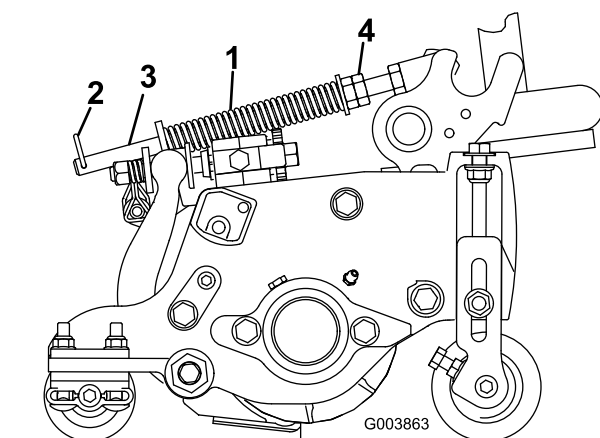

Figure 16
Le ressort de compensation (Figure 16) transfère aussi le poids du rouleau avant au rouleau arrière. (Cela évite la formation d'ondulations à la surface de la pelouse.)
1. Vérifiez que la goupille fendue est insérée dans le trou de la tige de ressort (Figure 16).
2. Serrez les écrous hexagonaux à l'extrémité avant de la tige de ressort jusqu'à ce que la longueur du ressort comprimé soit égale à 15,9 cm (6,25 po) (Figure 16).